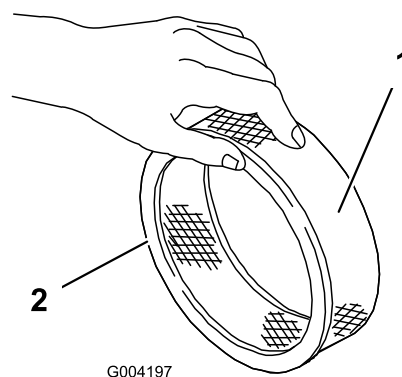

Figura 17
5. Inspeccione el elemento de papel por si estuviera roto, tuviera una película aceitosa o la junta de goma estuviera dañada (Figura 17).
1. Deslice cuidadosamente el pre-filtro de gomaespuma sobre el elemento de papel (Figura 17).